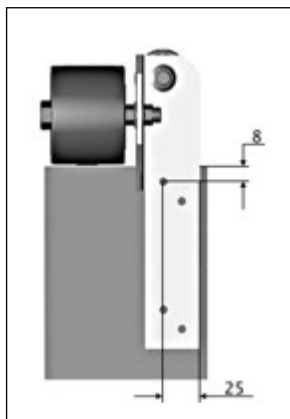

Рис.6.1 Установка направляющего ролика на правую шину.
- 6.1.** Для предотвращения касания полотна роллеты верхних торцов направляющих шин необходимо закрепить направляющие ролики RGV/77. Крепление производится при помощи четырех самонарезающих винтов 3,5х9,5 (рис.6.1).